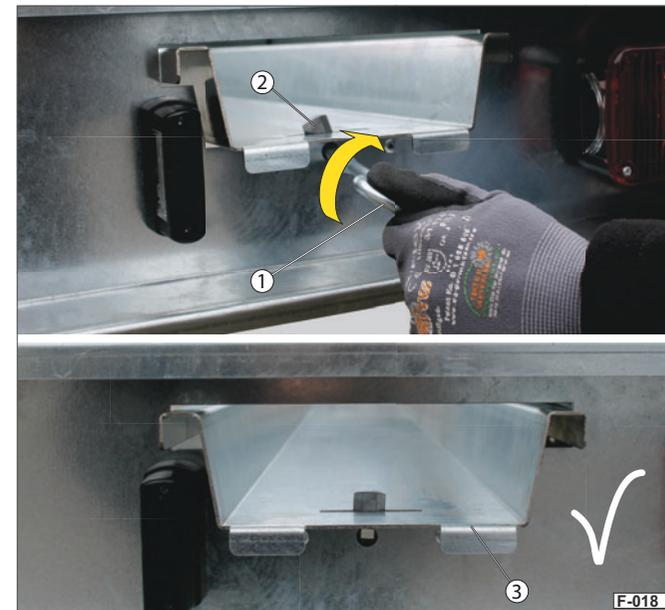

Abb. 18 Auffahrschiene gesichert (Fahrstellung)
- ▶ Stecken Sie den Steckschlüssel (Abb. 18/1) in das Vierkantloch.
- ▶ Drehen Sie den Steckschlüssel im Uhrzeigersinn um 90° um. Der Verschluss (Abb. 18/2) verriegelt die Auffahrschiene.